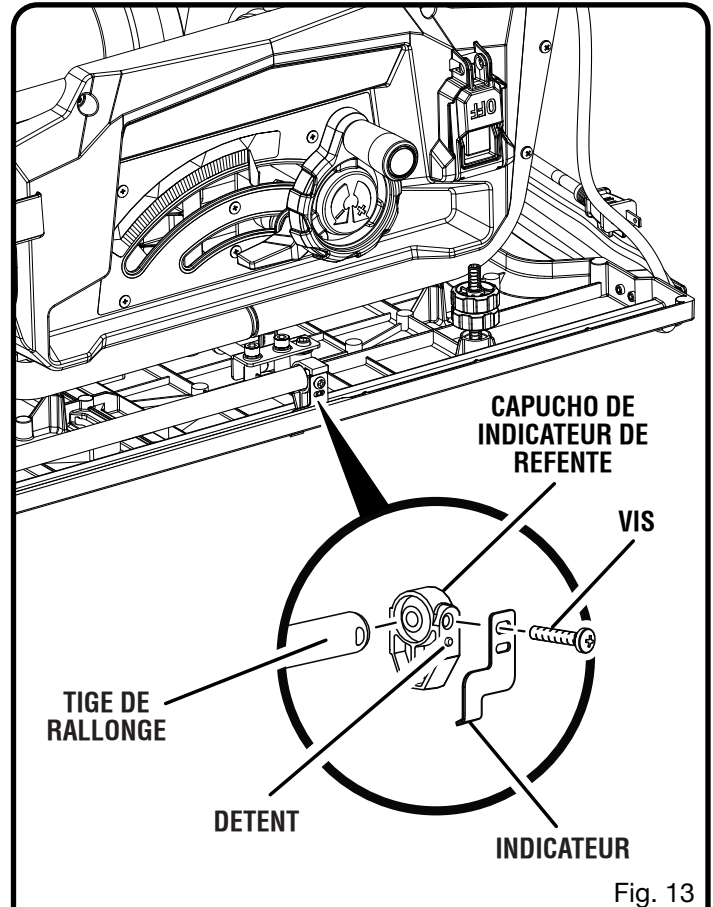

Fig. 13
- Appuyer le capuchon d'extrémité sur la tige de rallonge selon (voir la figure 13).